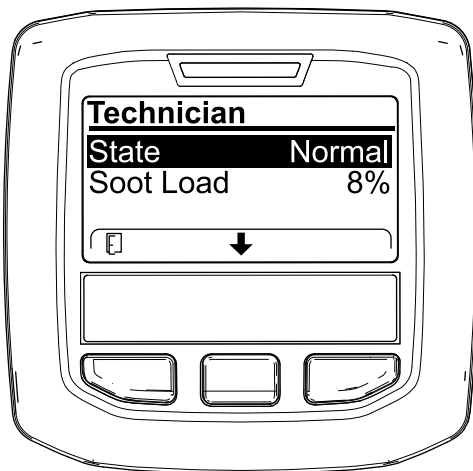

Figura 36
- Servitevi della tabella dell'operatività FAP per comprendere lo stato corrente dell'operatività del FAP (DPF) (Figura 36).